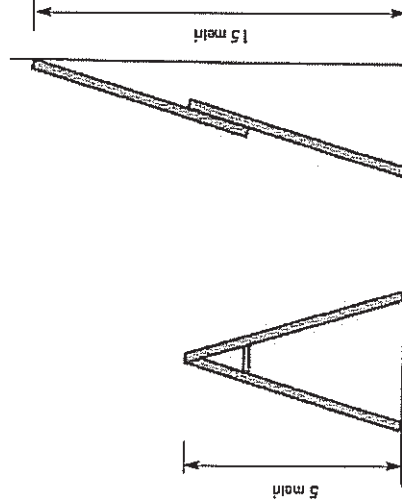

Fig. 44 - Scala trasformabile/estendibile a due tronchi: in appoggio e doppia
- 1) Con una altezza massima di 5 metri (Art. 21 D.P.R. 547/55) per la configurazione doppia (fig. 44).